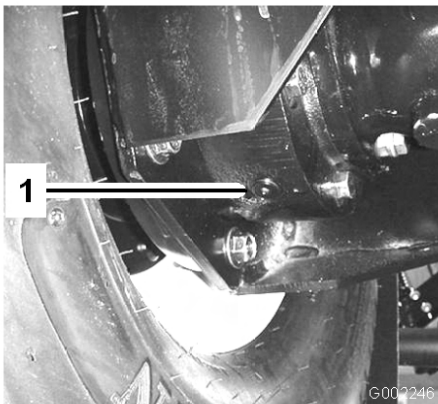

図 48
4. 内側のドレン・プラグの下に容器を置き、このプラグを外す（図 48）。